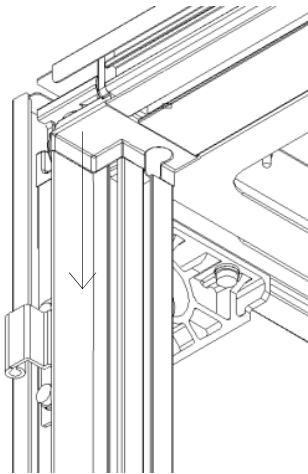
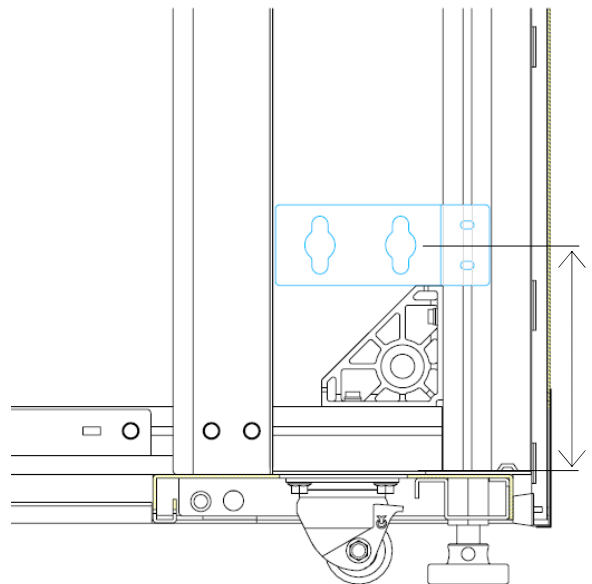

図 16. ラック上部から
図 19. ラック側面図 (下部)
- ① 金具位置は図 16～図 19 に従い、表 3、4 の記載寸法を計測、目印をつけます。
- ② 目印が金具の中央になるようにコアラットを取り付け、M5 ネジで金具を固定します。
- ③ 金具上下間の距離については、表 3、4 に記載している上下金具中心間距離を②にて取り付けた金具の中心から計測し、ラックに目印をつけ、当該位置に金具が設置されるように、コアラットを取り付け、M5 ネジで固定します。